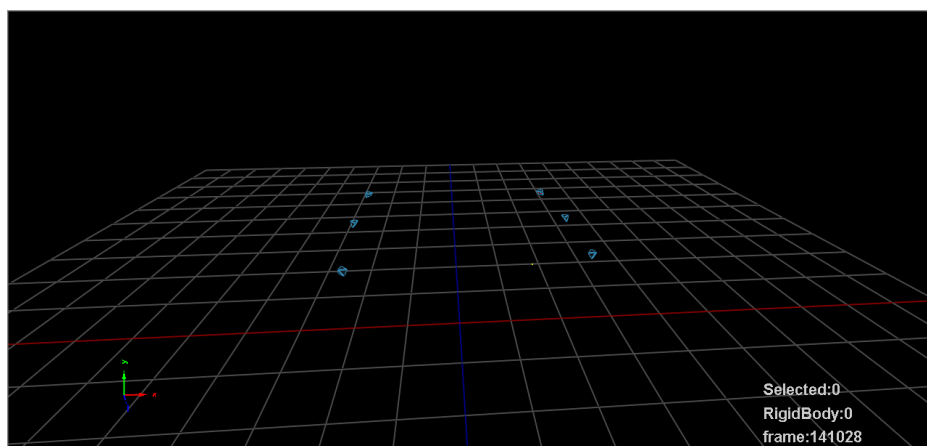

图 1.1.14 标定完成相机界面
(15) 此时，相机标定完成，如下图 1.1.14 所示，界面中相机的位置跟实际的安装位置一致，并在中间形成了一个三维捕获空间。当场地中存在刚体时，会实时显示该刚体的位姿信息。